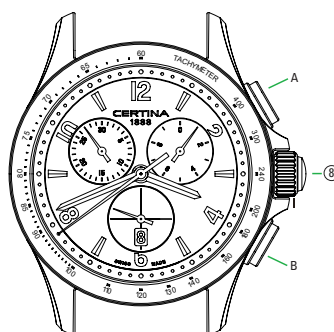

Fig. 3
**Lecture du dernier temps (temps cumulé) (selon Fig. 3)**